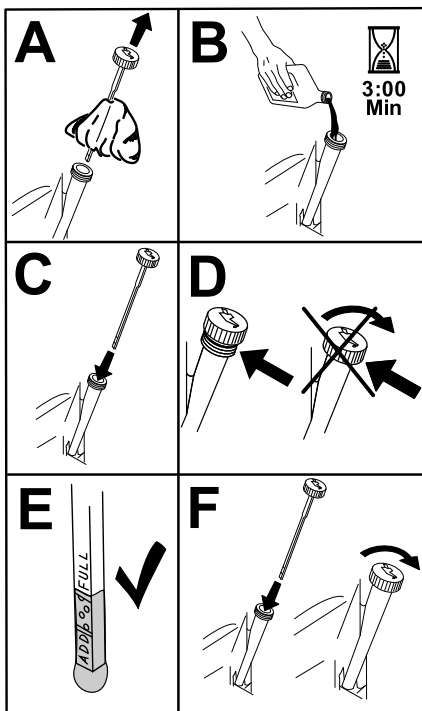

Bild 18
- Gießen Sie langsam ungefähr 80 % der angegebenen Ölsorte in den Einfüllstutzen und füllen Sie dann vorsichtig mehr Öl ein, um den Ölstand an die **Voll**-Markierung zu bringen (Bild 18).
- Füllen Sie das Kurbelgehäuse mit der richtigen Ölsorte (Bild 18).